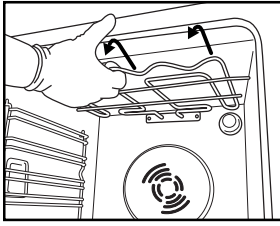
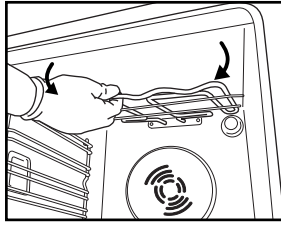

Abb. 6
Abb. 7
2. Ziehen Sie das Heizelement (Abb. 6) etwas nach vorn und senken Sie es anschließend ab (Abb. 7).